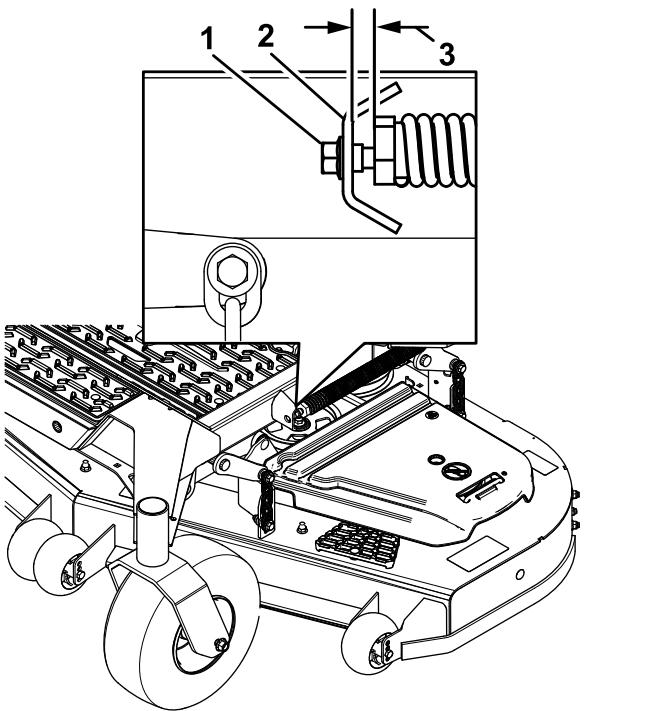

Figure 85
10. Desserrez lentement la vis de réglage sur le ressort d'aide au levage jusqu'à ce que vous puissiez enlever la vis (Figure 85).